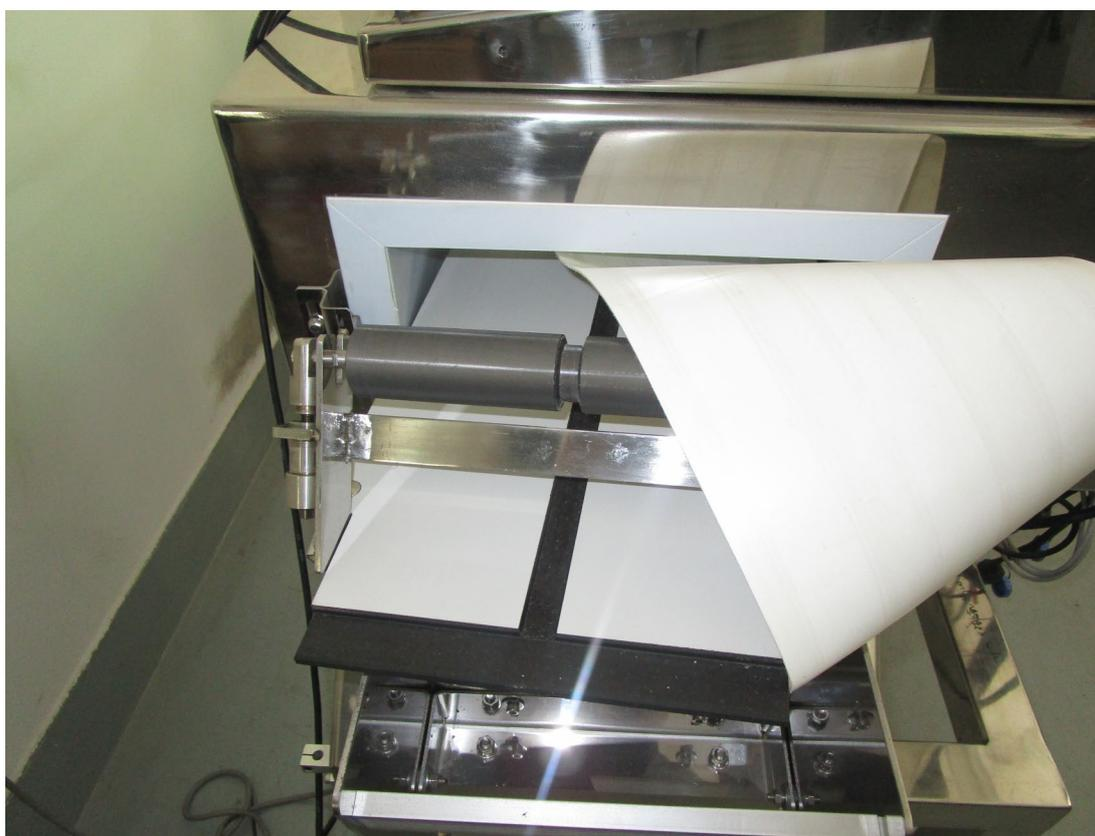

图 4-4 分离输送带，取出台板
4) 自从动辊侧，将输送带从任意一边分离，取出台板（图 4-4）。